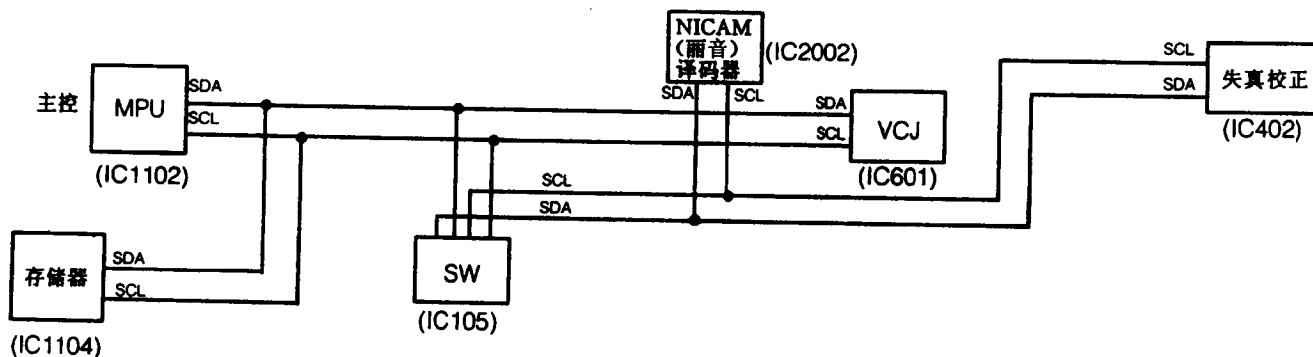

图 1.2.5
①如图 1.2.5 所示,各种控制功能都可经由 I²C 总线,自微电脑 IC1102 向 VCJIC601 发出。
②诸如位置、BT 电压、波段、AFC、跳跃、音量、重呼、电源及定时关机、维修模式设置、色彩设置、功能等等这样一些数据,都经由 I²C 总线从 EEPROM 中读出或存入。